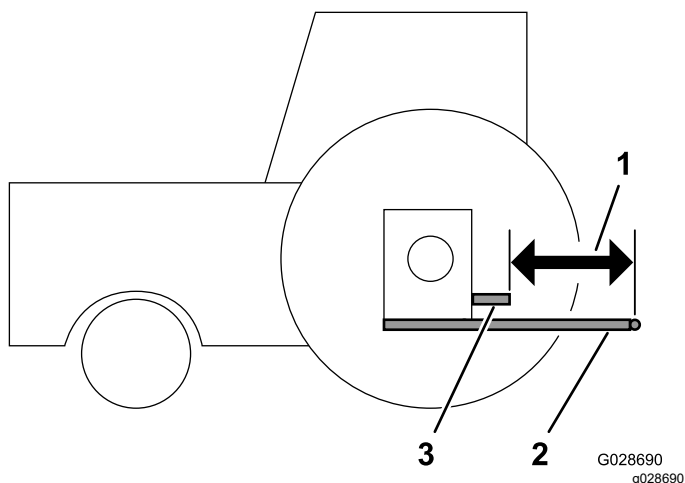

Рисунок 9
1. Поместите поверочную линейку на концы продольных рычагов, чтобы определить расстояние между ними и торцом выходного вала механизма отбора мощности (Рисунок 9).
2. Измерьте расстояние между концом выходного вала механизма отбора мощности и точкой крепления нижних продольных рычагов (Рисунок 9). Запишите измеренное значение здесь: